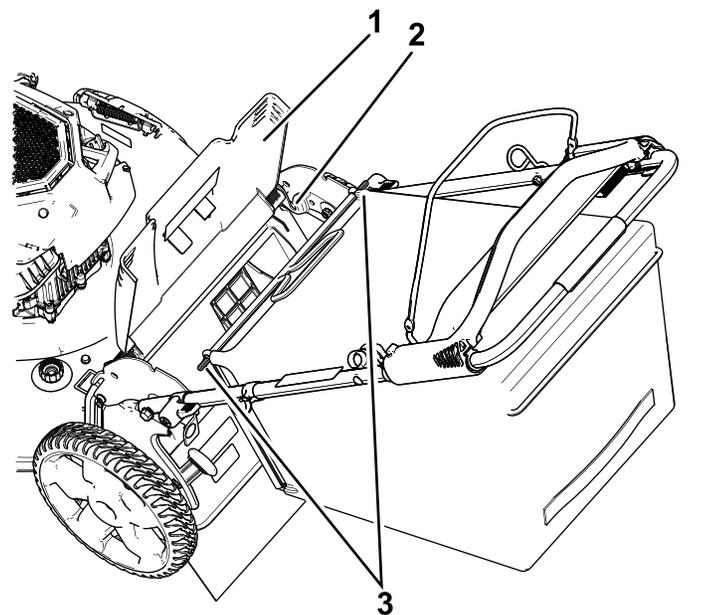

Figura 17
1. Levante y sujete la puerta trasera (Figura 17).
2. Instale la bolsa de recogida, asegurándose de que los pasadores de la bolsa descansan en las muescas del manillar (Figura 17).